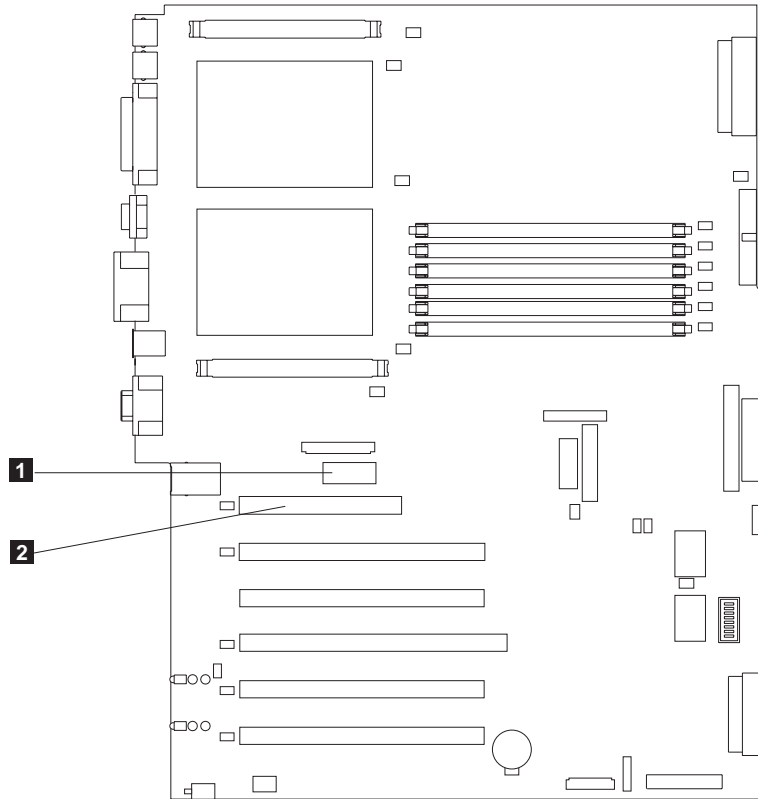

图 107. 系统板上的“远程监控适配器”接口
- b. 将电缆的另一端连接至系统板上的系统管理接口（J27）。第 176 页的图 107 中的项 **1** 显示了系统板上系统管理接口的位置。